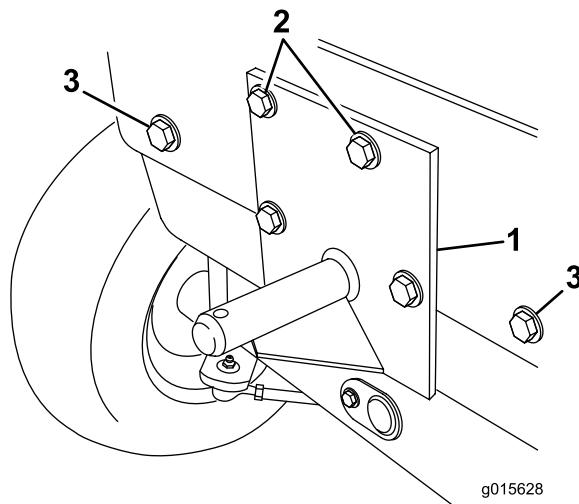

**Figure 13**
4. Fixez le haut du support droit de la trémie sur le côté droit de la machine au moyen de 2 boulons (3/8 x 1 po) et rondelles frein (3/8 po) (Figure 13). Le cran dans le support doit s'engager autour du verrou du capot.
5. Fixez le bas du support et le support de raccord au cadre au moyen de 2 boulons (3/8 x 1 po) et contre-écrous (Figure 13).